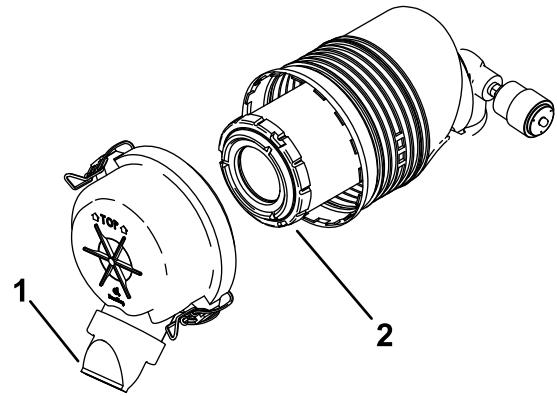

Figura 41
D. Instale la cubierta del limpiador de aire con el tapón antipolvo orientado hacia abajo, tal y como se muestra en la Figura 41 y cierre los enganches.